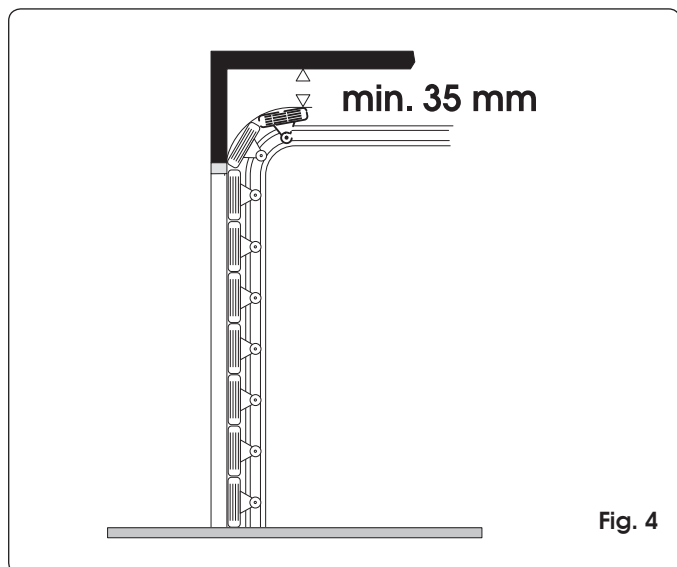

Fig. 4
| Dimensiones totales máximas desde el techo (mm) | 35 (Fig. 4)                  |
- Compruebe que entre el techo y el punto más alto de deslizamiento de la puerta quede un espacio de por lo menos 35 mm. (Fig. 4).
- 2) Trace en el dintel una línea horizontal correspondiente a la máxima altura que alcanza la puerta durante el movimiento (véase Fig. 4).